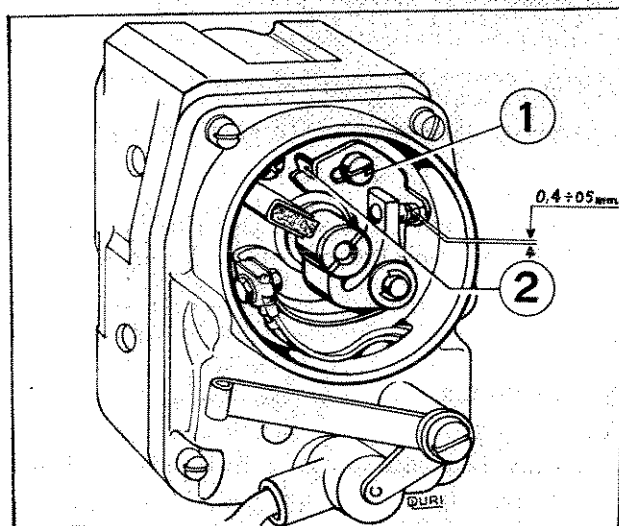

Fig. 18 - Controllo apertura contatti
Regolare l'apertura dei contatti a  $0,4 \div 0,5$  mm. svitando la vite (1) e muovendo la tacca (2) di fig. 18.